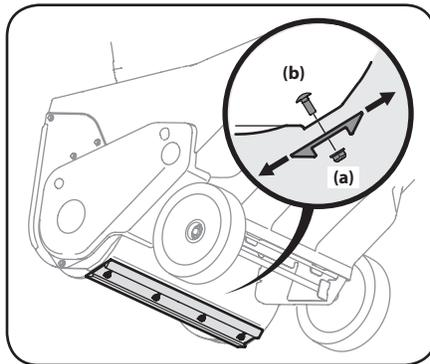

Figura 4-2
- Afloje las cuatro tuercas de seguridad con brida (a) y los pernos de carro (b) que sujetan la placa de raspado a la caja. Consulte la Figura 4-2. Mueva la placa de raspado hacia la posición deseada y vuelva a apretar de manera segura las tuercas de seguridad bridadas (a) y los pernos de carro (b).
- Quite los cuatro pernos de carro (b) y las tuercas de seguridad con brida (b) que la sujetan a la caja de la máquina quitanieves. Consulte la Figura 4-2.